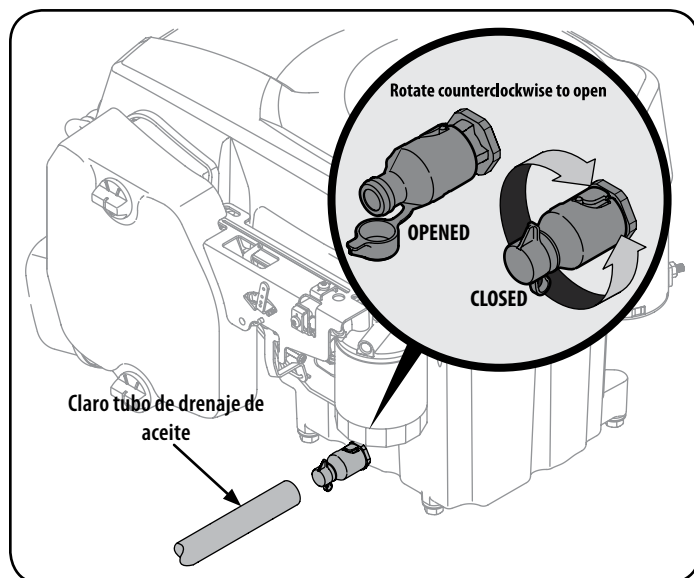
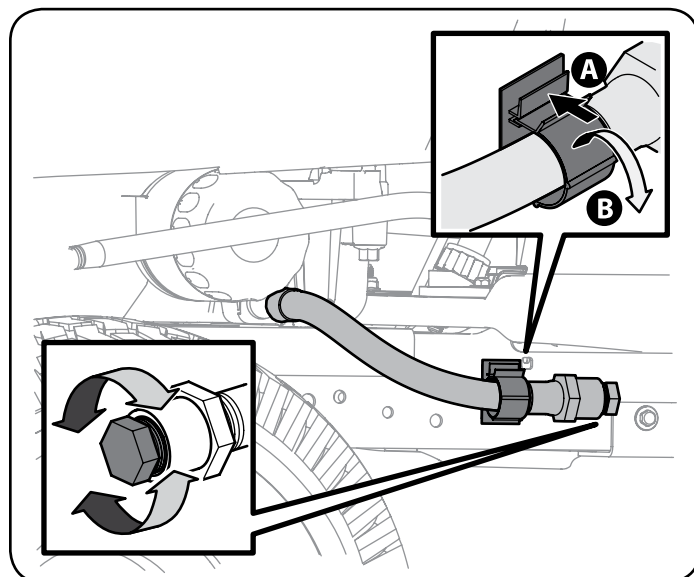
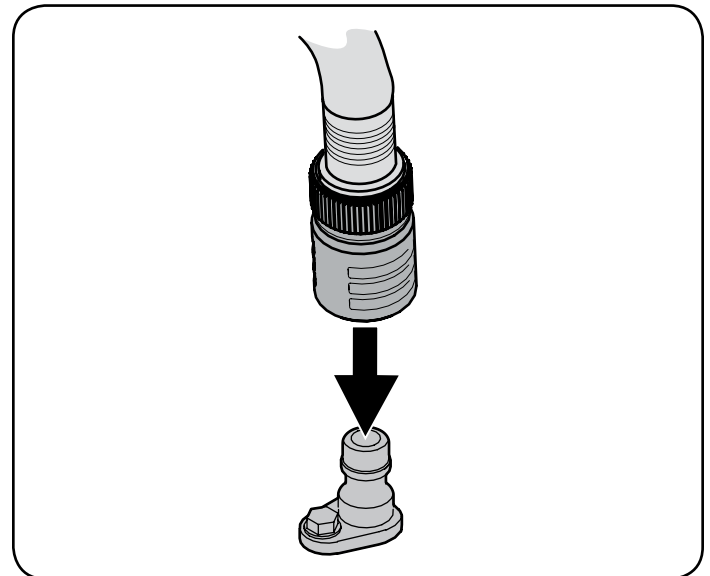

Figura 15
Figura 16
Figura 17
4. Su motor está equipado con un drenaje de aceite de giro y tracción (véase la Figura 15 y vaya al paso 5.) o un tapón de la manguera de drenaje de aceite extraíble (véase la Figura 16 y vaya al paso 6.) Siga el caso instrucciones para su tractor.
5. Torcer-y-tirar de drenaje de aceite (consulte la Figura 15):
4. Una el acople de la manguera al puerto de agua que se encuentra en la superficie de la plataforma. Vea la Figura 15.
Cada uno de los ejes y llantas de las ruedas delanteras viene equipado con un dispositivo de engrase. Consulte la Figura 16 para ver la ubicación del engrasador en los ejes y la Figura 17 para ver la ubicación del engrasador en las llantas. Lubrique con una grasa multiuso No. 2 aplicada con una pistola de engrase cada 25 horas de funcionamiento del tractor.